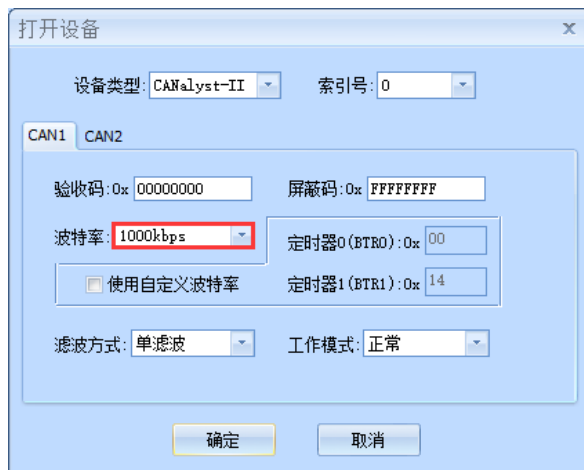

图 12
10、点击“启动”按钮，CAN 参数设置如图 12 所示，然后确定：